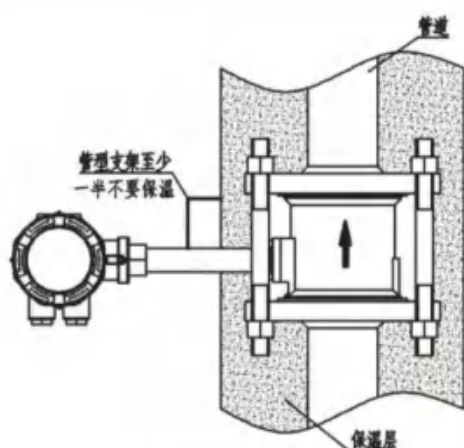

图7-2 正确保温法
10. 在测量蒸汽的管道中，为了防止转换器温度过高，仪表连接杆至少一半不要保温（如图7-2所示）。